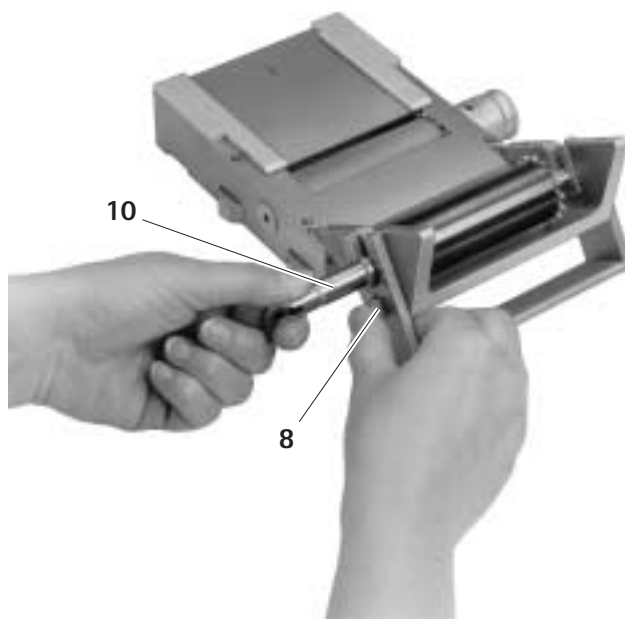

Fig. 3
- Mantener presionado el pestillo **8** y tirar al mismo tiempo del vástago **10**, para desacoplar el rodillo de corte **2**, ver Fig. 3.
- Empujar el rodillo de corte **2** por el vástago **10** e introducirlo en los puntos de apoyo **20** hasta que se enclave, ver Fig. 3.